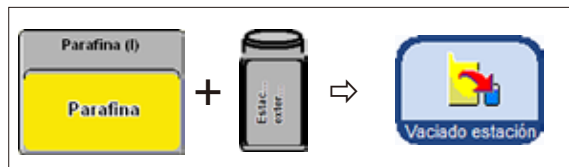

Fig. 182
- Seleccionar el depósito de parafina que se debe vaciar y el recipiente colector para la parafina usada (Estación externa) (fig. 182).